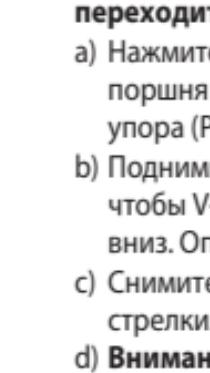

Рис. 1
- a) Нажмите на чёрный рычаг фиксатора, расположенный ниже поршня на задней части диспенсора, и оттяните поршень назад до упора (Рис. 1).